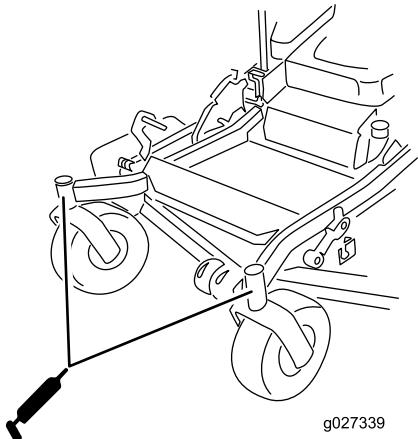

Figura 49
11. Instale el tapón hexagonal y la tapa (Figura 49).
12. Engrase los cojinetes de las ruedas giratorias (Figura 49).